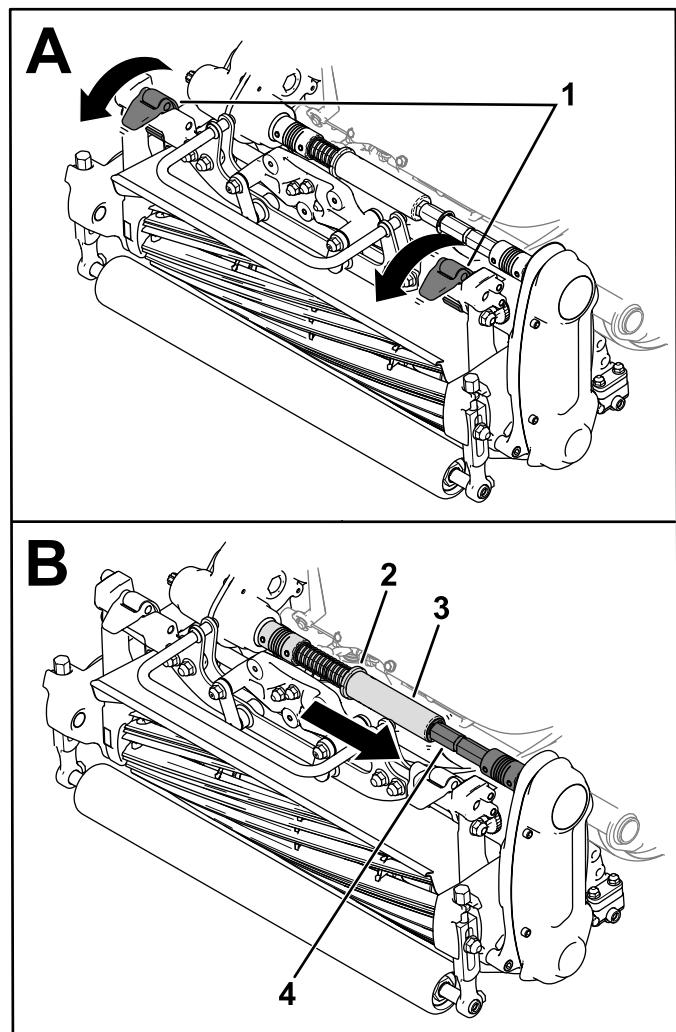

Bild 38
3. Bewegen Sie die Aufhängeriegel nach unten, um das Mähwerk an der Maschine zu befestigen (Bild 38).
4. Bewegen Sie den Bund aus der Nut der Kupplungswelle des Getriebes und führen Sie das Sechskantrohr in die Kupplungswelle des Mähwerks ein (Bild 38).